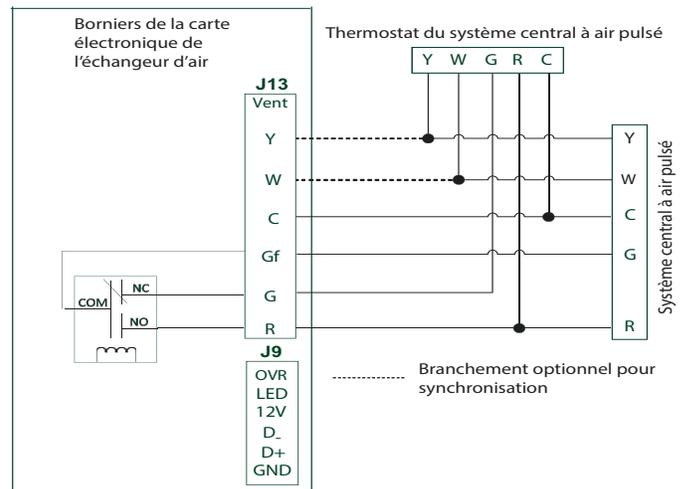

Fig. 19 – Options de Câblage Avec Système Central à Air Pulsé A210083FR
**REMARQUE:** Les connexions W et Y doivent être ajoutées aux connexions R et C pour informer l'appareil du fait que le système central à air pulsé est en fonction (se référer aux lignes pointillées dans Fig. 19).